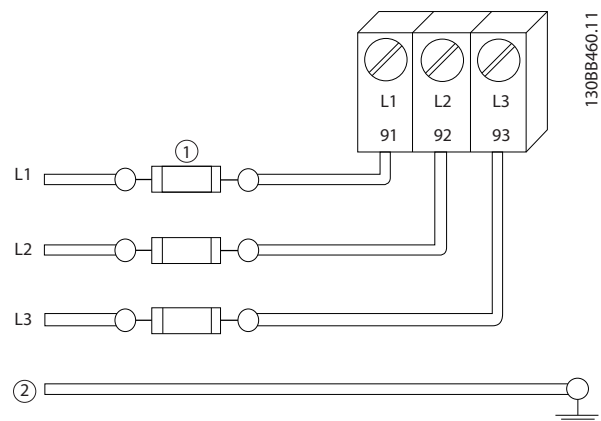

Рисунок 2.6 Предохранители преобразователя частоты
- Все преобразователи частоты должны быть оборудованы системой защиты от короткого замыкания и перегрузки по току. Для реализации такой защиты следует использовать входные предохранители, см. *Рисунок 2.6*. Если они не устанавливаются производителем, их должен установить специалист во время монтажа. Максимальные номиналы предохранителей см. в *10.1 Характеристики, зависящие от мощности*.